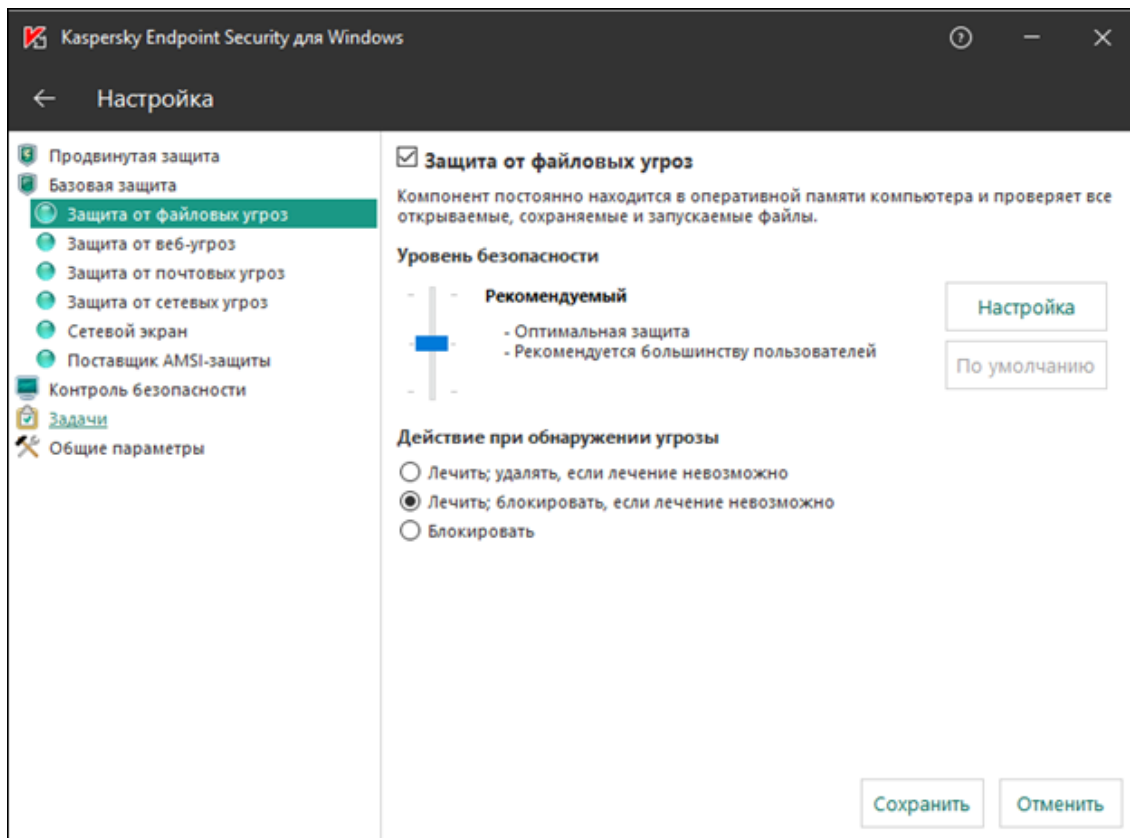

Рисунок 469 - Защита от файловых угроз
- c. На вкладке **Защита от файловых угроз** определите действие при обнаружении угрозы (лечение, блокирование) (Рисунок 469).